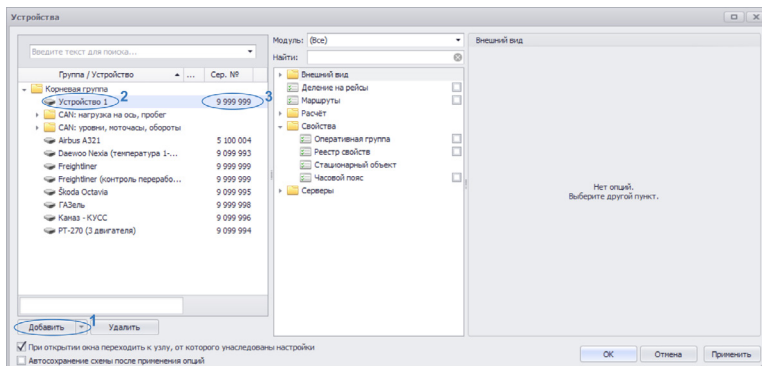

Рис.36. Добавление нового устройства вручную.
- нажать кнопку «Добавить» или выбрать команду «Добавить элемент» в контекстном меню кнопки. Кнопка расположена в нижней части списка (Рис.36, п.1);
- ввести имя нового устройства (Рис.36, п.2);
- ввести серийный номер бортового контроллера в поле «Серийный номер» (Рис.36, п.3).